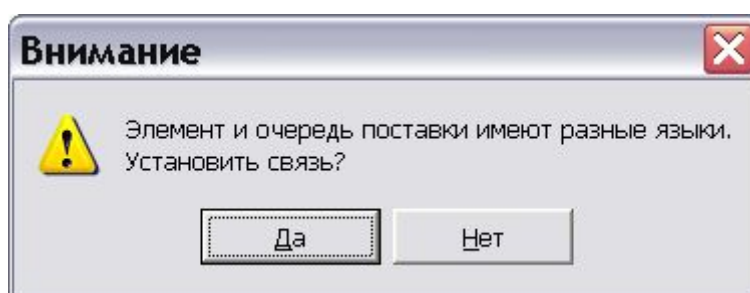

Рис. 11.21
2. Если язык версии МД отличается от языка очереди поставки, с выпуском которой устанавливается связь, то появится соответствующее предупреждение системы (Рис. 11.21).